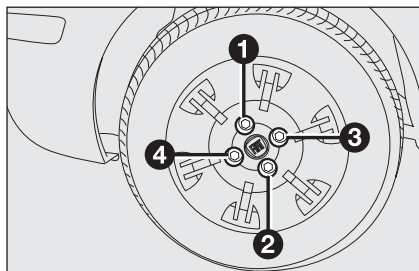

fig. 10
- stringere a fondo i bulloni, passando alternativamente da un bullone a quello diametralmente opposto, secondo l'ordine illustrato in **fig. 10**.